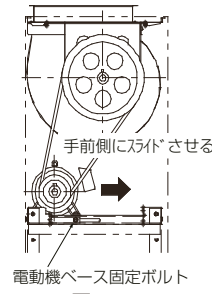

図11
- ③電動機ベース固定ボルトおよび電動機ベーススライド用ボルトを緩めて電動機を手前側にスライドさせてください。…図11、12
- ④ブリーのセットネジを緩めて送風機ブリーおよびVベルトを取外してください。
- ⑤交換するブリーおよびVベルトを取付けてください。
- ④Vベルトを外して、電動機を取外してください。（ボルト4本）
- ⑤電動機を標準品のボルト・ナットを流用して交換してください。
- ⑥5.5kW-4Pは電動機上部の吊ボルトを取外してください。
- ⑦取外しと逆の手順で部品を取付けてください。